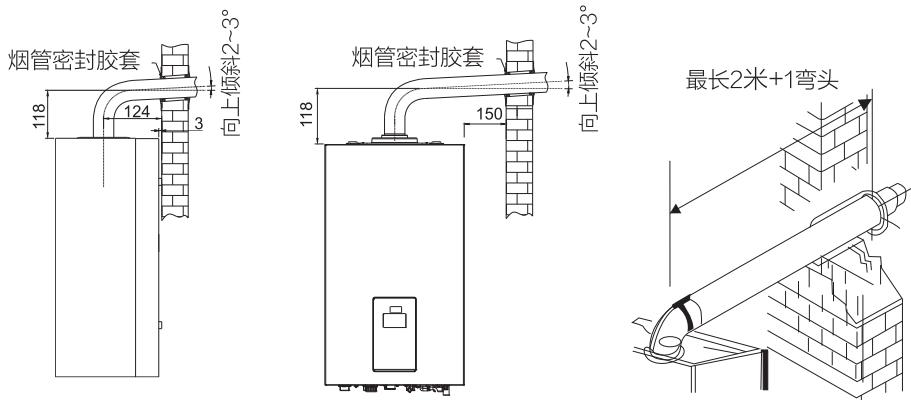

图2 烟管安装示意图
（2）给排气烟管出口部分向上至少倾斜2~3°（如图2所示）。
- 以所画圆为边界打孔，孔向外上倾斜2~3°（图2所示）。